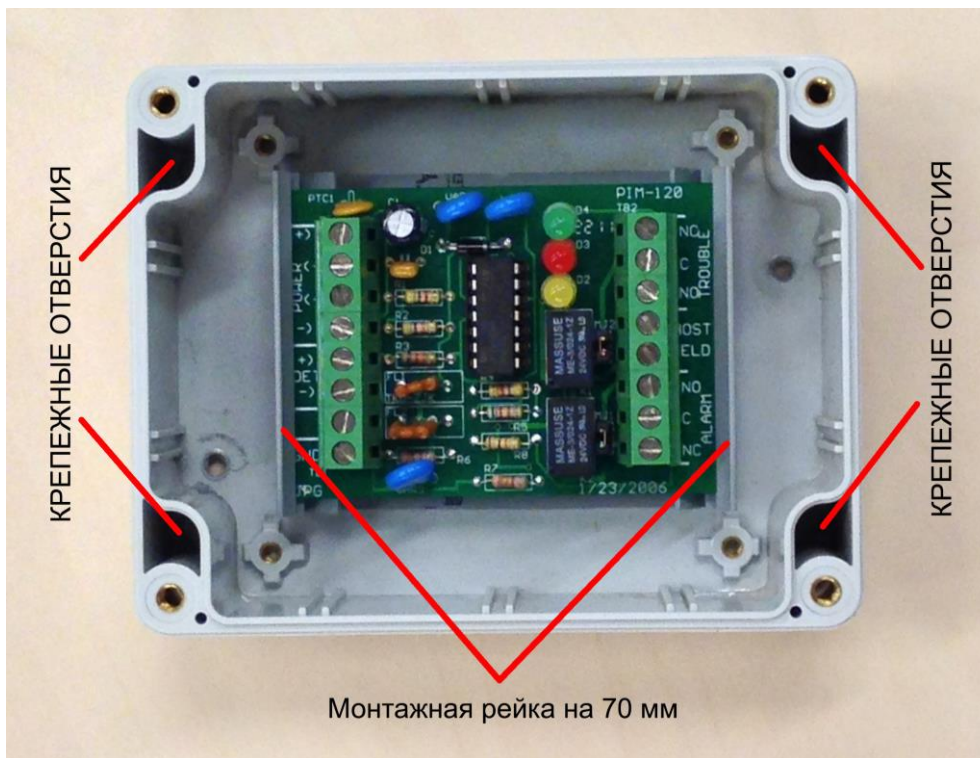

Рис. 2. Модуль ПИМ-120 в монтажном боксе
4.1 Модуль контролирует состояние одного термокабеля. На плате модуля имеются индикаторы режима работы термокабеля. Красный светодиод индицирует режим "ПОЖАР", желтый светодиод - режим «НЕИСПРАВНОСТЬ», зеленый светодиод – наличие напряжения питания. При снятой перемычке МЈЗ модуль транслирует состояние термокабеля через релейные выходы «ПОЖАР» и «НЕИСПРАВНОСТЬ». При установленной перемычке МЈЗ сигнал “Пожар” запоминается до сброса по питанию или до снятия перемычки МЈЗ. К прибору модуль подключается по четырехпроводной схеме, аналогично подключению линейных дымовых извещателей с релейными выходами. Переход модуля в режим «ПОЖАР» происходит при замыкании проводников термокабеля. Возврат модуля в дежурный режим происходит автоматически после устранения причины, вызвавшей переход в режим «ПОЖАР». Сигнал «НЕИСПРАВНОСТЬ» формируется при обрыве термокабеля и при отключении напряжения питания, т.е. в дежурном режиме реле «Неисправность» находится под током. Интерфейсный модуль ПИМ-120 размещается в монтажном боксе из поликарбоната с прозрачной крышкой и герметизирующей прокладкой (рис. 2, 3).